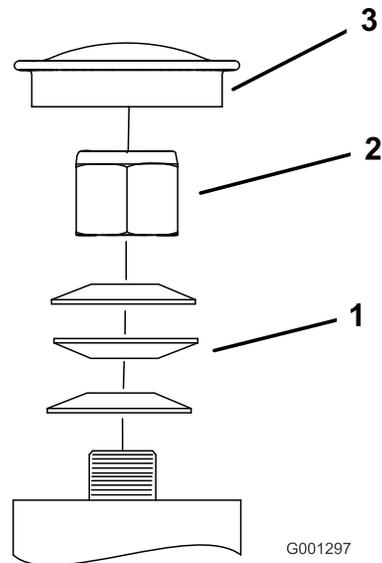

Рисунок 79
5. Установите пылезащитную крышку (Рисунок 79).
3. Снимите пылезащитную крышку с поворотного колеса и затяните контргайку (Рисунок 79).
4. Затягивайте контргайку до тех пор, пока пружинные шайбы не станут плоскими, и затем отверните на 1/4 оборота, чтобы правильно установить предварительную нагрузку на подшипниках (Рисунок 79).
Внимание: Убедитесь, что пружинные шайбы установлены правильно, как показано на Рисунок 79.